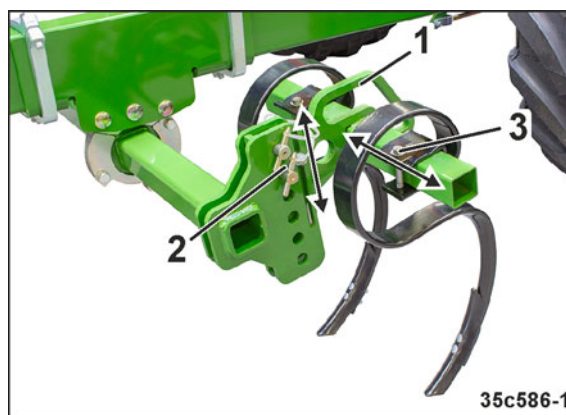

Fig. 208
1. Løsn fastgørelsesmøtrikkerne (Fig. 208/3).
3. Spænd fastgørelsesmøtrikkerne efter indstillingen af sporløsnere (Fig. 208/3).
1. Hold sporløsnere fast på håndtaget (Fig. 208/1).
2. Fjern bolten (Fig. 208/2).